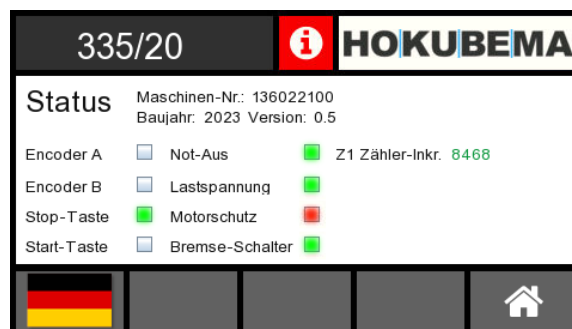

Abbildung 34: Statusanzeige bei Störung „Motorschutz“
- Gleichzeitig erscheint auf dem Bildschirm ein der Ursache entsprechender Warnhinweis oder eine Fehlermeldung (siehe Beispiel „Motorschutz“ in ⇒ Abbildung 34).